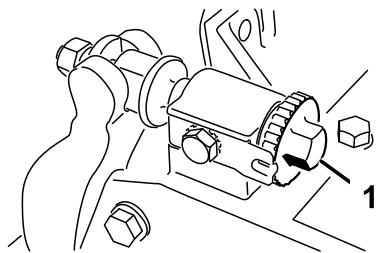
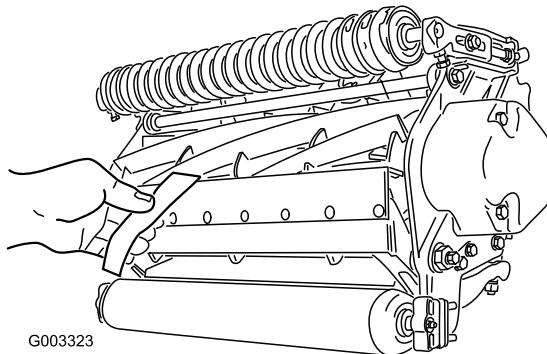

Figura 8
Figura 9
- Coloque a máquina numa superfície de trabalho plana e nivelada. Não deixe que haja contacto com o cilindro, rodando os parafusos de ajuste da barra de apoio no sentido contrário ao dos ponteiros do relógio (Figura 8).
Importante: Certifique-se de que as porcas nos parafusos da extremidade traseira da barra de apoio não estão apoiadas na superfície de trabalho (Figura 8).
- Numa das extremidades do cilindro, introduza uma tira de jornal entre o cilindro e a lâmina de corte (Figura 9). Enquanto roda ligeiramente o cilindro para a frente, rode o parafuso de ajuste da barra de apoio (Figura 8) no sentido dos ponteiros do relógio na mesma extremidade do cilindro, uma posição de cada vez, até que o papel esteja ligeiramente apertado, quando inserido pela parte dianteira, paralela à lâmina de corte. Quando puxar o papel, sentirá uma ligeira pressão.
- Depois de ajustar, verifique se o cilindro aperta o papel quando este for inserido pela frente e se corta o papel quando este for inserido num ângulo recto, relativamente à lâmina de corte (Figura 9). Deve ser possível cortar o papel ao mínimo contacto com a lâmina de corte e as lâminas do cilindro. Se for evidente contacto/pressão excessivos será necessário voltar a polir a unidade de corte para obter pontas afiadas, imprescindíveis para um corte de precisão (consulte o manual de afinação de cilindros e cortadores rotativos Toro, Formulário Nº 80-300PT).